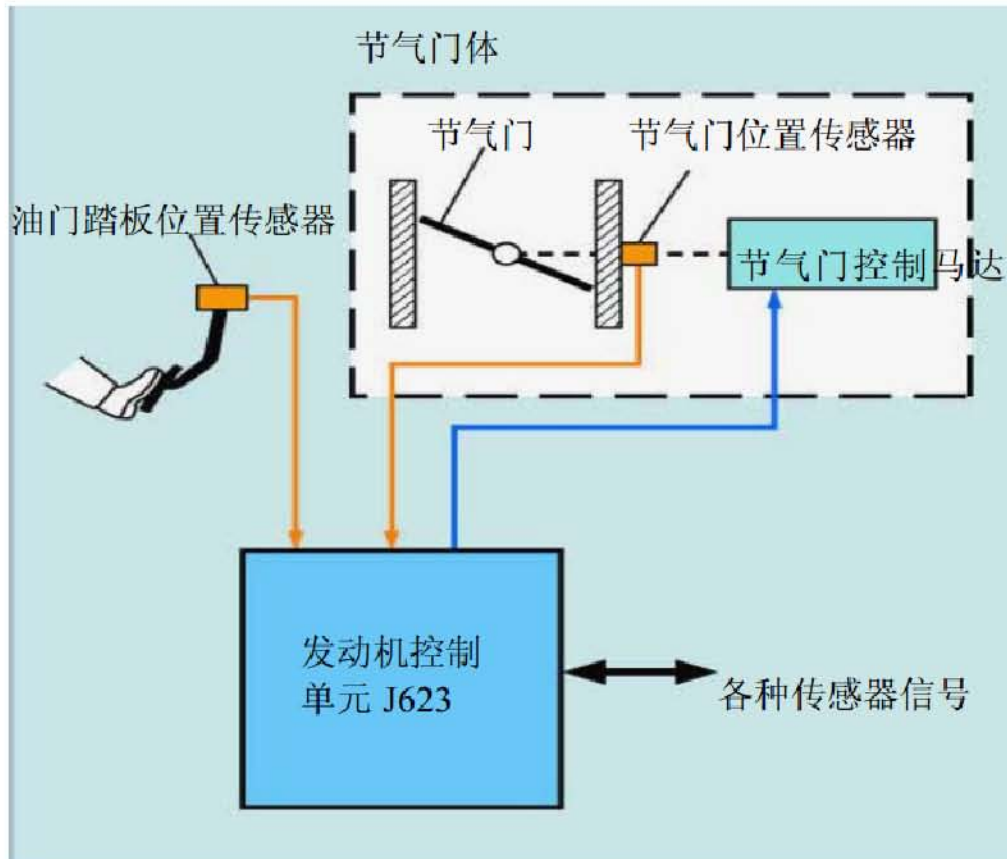

图 4 节气门控制原理图
- 3). 诊断提示, 数值 2 显示怠速时发动机负荷为 14%, 正常值应为 18%–19%, 由于节气门开度低于怠速时节气门开度值, 因此 ECU 会将车辆控制为跛行状态, 原理结构图如图 4: